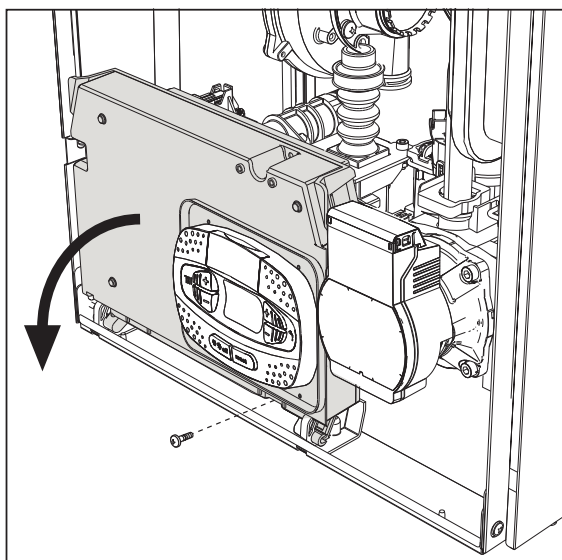
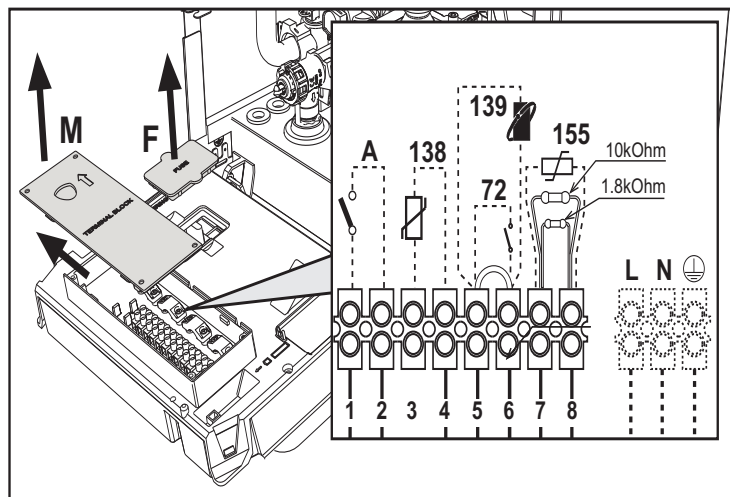

fig. 20
fig. 21
Dopo aver tolto il pannello frontale (*** 'Apertura del pannello frontale' on page 33 ***) è possibile accedere alla morsettiere (M) e al fusibile (F) seguendo le indicazioni descritte di seguito (fig. 20 e fig. 21). **I morsetti indicati nella fig. 21 devono essere a contatti puliti (non 230V).** La disposizione dei morsetti per i diversi allacciamenti è riportata anche nello schema elettrico alla fig. 58.
Configurazione Interruttore ON/OFF (A fig. 21)